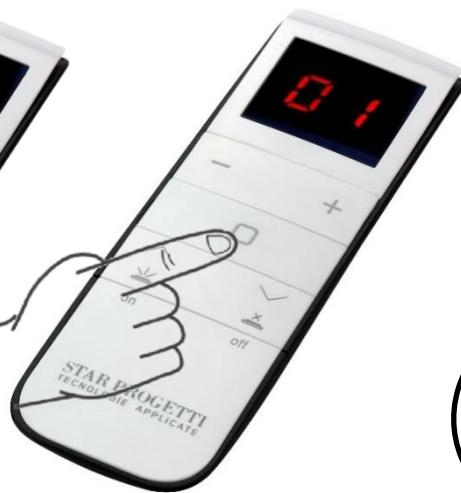

Fig.7
- Immédiatement après, appuyez sur le bouton comme dans la Fig. 7.